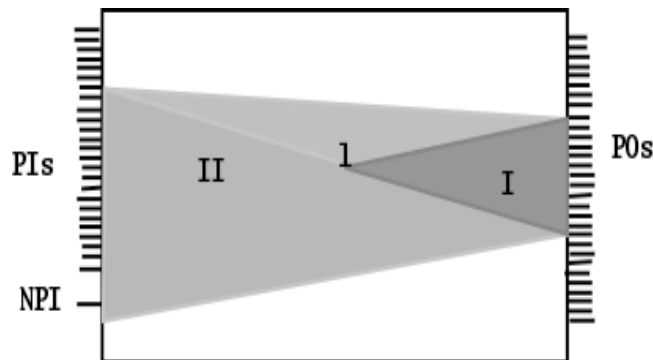

Figure 3: Régions sous influence d'un point de contrôle sur la ligne 1
A la différence d'un point d'observation qui n'affecte que l'observabilité du cône d'entrée, un point de contrôle influence la contrôlabilité et l'observabilité de régions du circuit. En effet l'observabilité d'une ligne dépend de la contrôlabilité des autres lignes. Ainsi, un changement de contrôlabilité implique un changement d'observabilité. En fait un changement de contrôlabilité implique une **diminution** de l'observabilité du cône d'entrée où le point de contrôle a été ajouté. La zone (I) de la figure 3 indique la région du circuit où la contrôlabilité des lignes a changé à cause de l'augmentation de contrôlabilité de la ligne 1. La zone (II) montre la région où l'observabilité des lignes a changé.